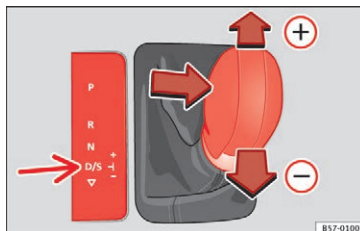

Fig. 167 I midterkonsollen: skift til tiptronic
– Vip gearvælgeren fremad mod  » **Fig. 167** for at skifte et gear op.